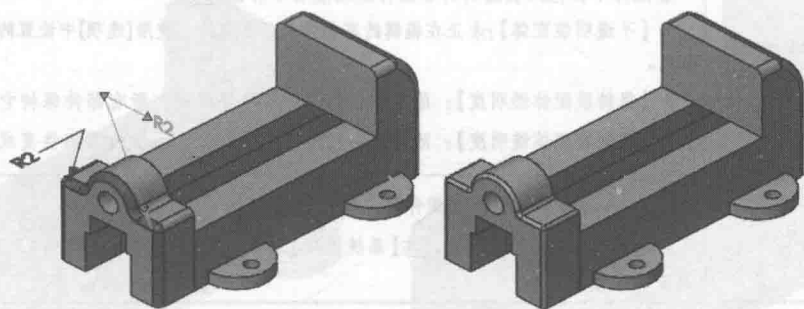

图 1-4 更改尺寸
**步骤 2 更改尺寸** 双击每一个圆角特征,将每个值改为“2mm”,如图 1-4 所示,单击【重建模型】。